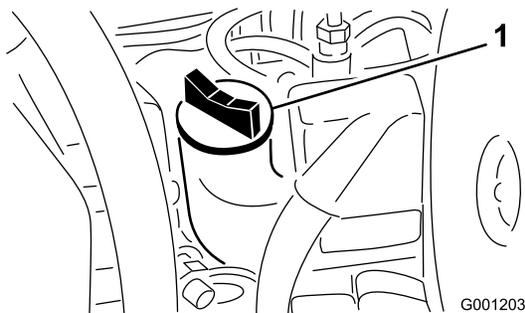

Figura 23
5. Si el nivel de aceite está por debajo de la marca Lleno, retire el tapón de llenado (Figura 23) y añada aceite hasta que el nivel llegue a la marca Lleno de la varilla. **No llene demasiado.**